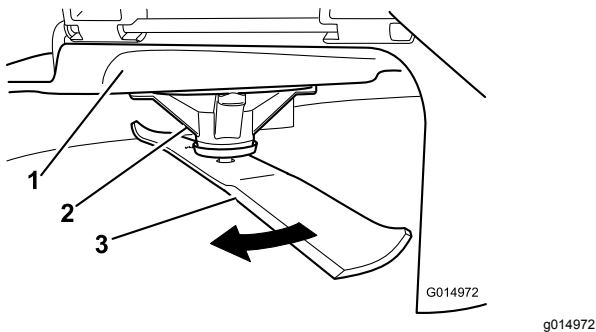

Figura 51
2. Llevando guantes fuertemente acolchados u otro tipo de protección apropiada para las manos, gire la cuchilla a medir lentamente hasta una posición que permita medir eficazmente la distancia entre el filo de corte y la superficie nivelada en la que descansa la máquina (Figura 51).